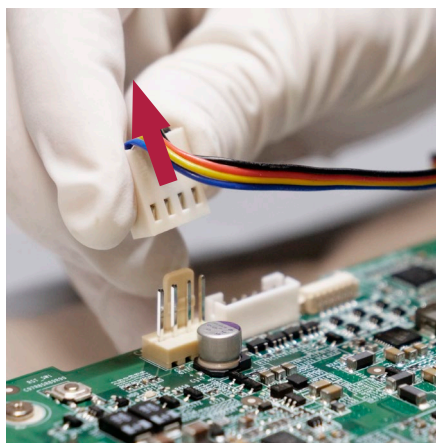

Figura 23 Scollegare il cavo della ventola
Individuare la posizione del connettore della ventola sulla scheda principale (v. Figura 12) e scollegare il connettore della ventola (v. Figura 23).
- g) Collegare il cavo della ventola (v. Figura 12 e Figura 23)